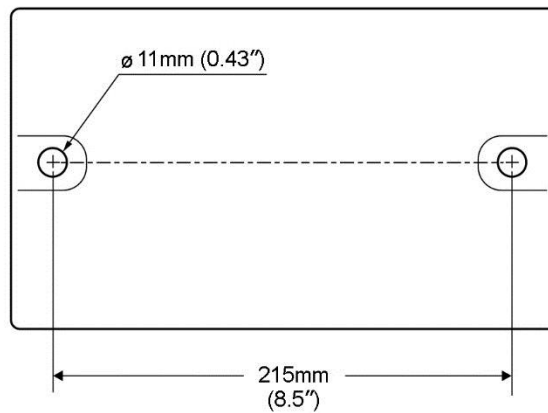

Figure 4-1 : Entraxe IBG-8VS (distance entre centres)
1. Aligner les trous de fixation de la machine avec les trous pré-perçés d'un établi ou d'un socle. La Figure 4-1 montre l'entraxe entre trous pour le montage.